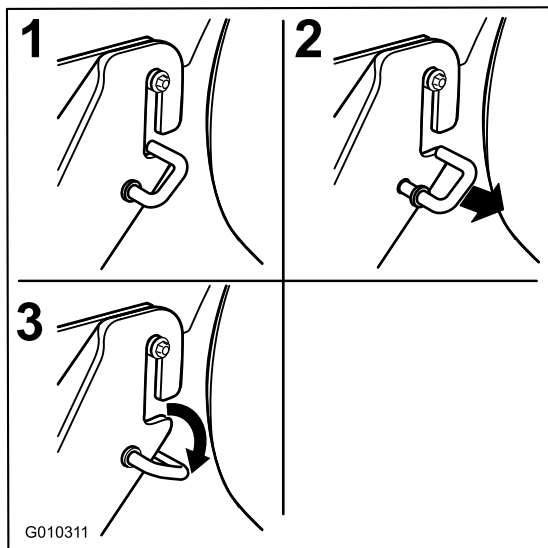

Figura 74
1. Extraiga los ganchos a resorte de las ranuras de los soportes de las pletinas de suspensión en cada lado de la carcasa (Figura 74).